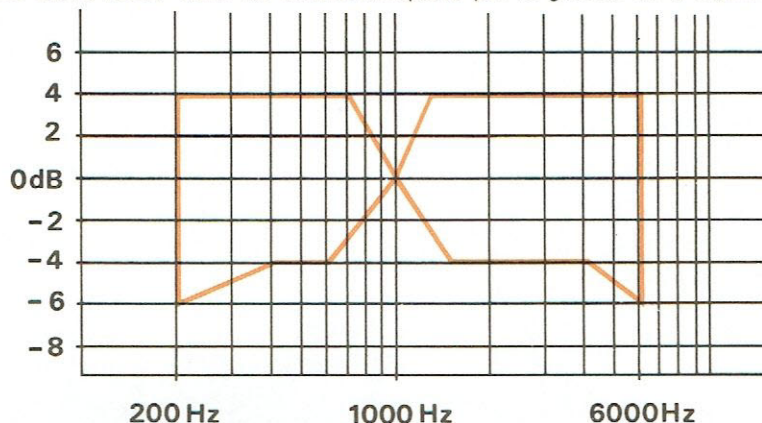

Fig. 11
D. COURBE DE REPONSE ENREG/LECTURE (Fig. 11)
- La courbe de réponse devra rester dans les limites indiquées par le gabarit de la figure 11.